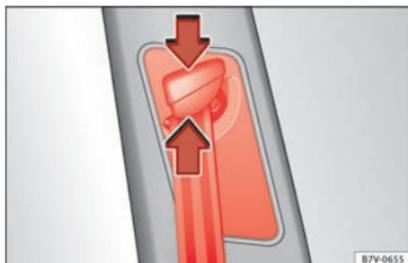

Fig. 90 Junto aos bancos dianteiros: regulador da altura do cinto.
- Mantenha pressionado o dispositivo-guia no sentido da seta » » » **Fig. 90**.